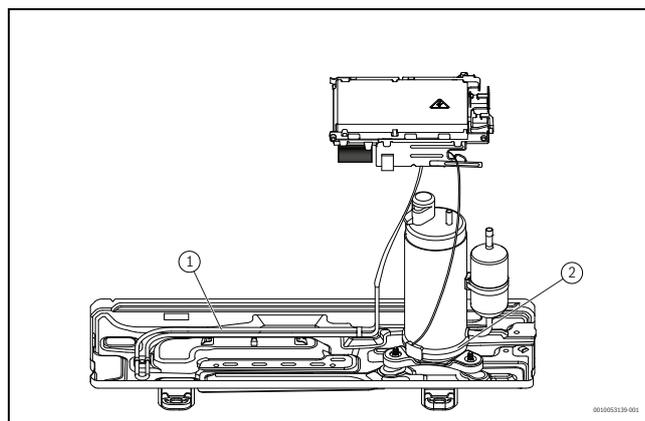

Fig. 13
- ▶ Treceți țevile prin perete și atașați unitatea interioară la placa de montaj (→ Fig. 13).